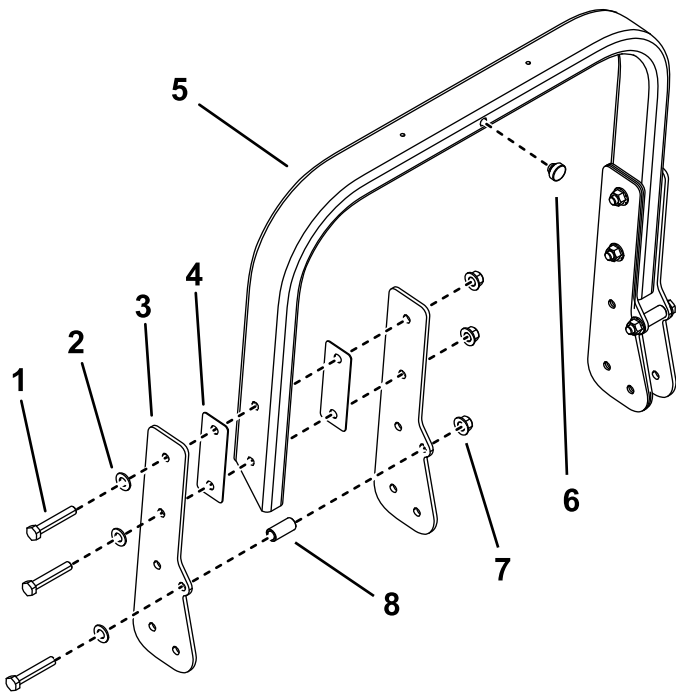

Figure 10
- Fixez 2 plaques latérales de chaque côté de l'arceau de sécurité à l'aide de 3 boulons (½ x 3 po), 2 rondelles plates, 3 rondelles, 1 rondelle cylindrique et 3 contre-écrous (½ po) (Figure 10).
- Montez une butée au centre de l'arceau de sécurité (Figure 10).